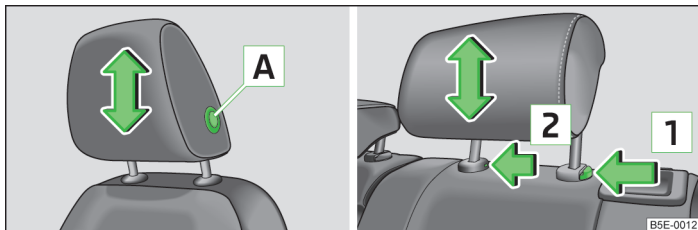

Abb. 49 Kopfstütze: vorn/hinten
- › Die **Kopfstütze vorn** seitlich mit beiden Händen fassen, die Sicherungstaste **A** » Abb. 49 drücken und halten und die Kopfstütze verschieben.
- › Die **Kopfstütze hinten** seitlich mit beiden Händen fassen und nach oben verschieben » Abb. 49.
- › Die Sicherungstaste in Pfeilrichtung **1** » Abb. 49 drücken, gleichzeitig mit einem flachen Schraubendreher mit einer Breite von max. 5 mm die Sicherungstaste in der Öffnung **2** drücken und die Kopfstütze herausziehen.